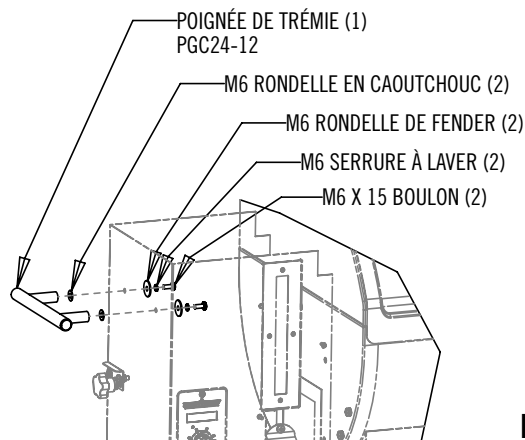

FIG. 5
1. Installez la poignée de la rémie comme indiqué sur la Fig. 5.
1. Suspendre le seau de collecte des graisses à son conduit d'évacuation comme indiqué à la Fig. 5.